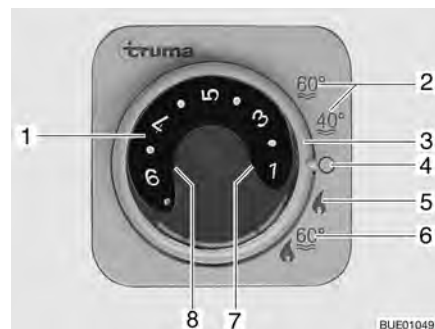

Fig. 158 Centralina di controllo per riscaldamento/boiler
- Impostare la modalità di funzionamento tramite l'interruttore girevole (Fig. 158,3).
A seconda della temperatura ambiente desiderata, il riscaldamento seleziona automaticamente il livello del bruciatore necessario. Al raggiungimento della temperatura ambiente desiderata, il bruciatore si spegne. La temperatura ambiente viene misurata con il sensore di temperatura, accanto al pannello di controllo. Durante la modalità di funzionamento "Riscaldamento e boiler" (Fig. 158,6) è riscaldata anche l'acqua nel boiler. Nella modalità di funzionamento "Riscaldamento senza boiler" (Fig. 158,5) è possibile far funzionare il riscaldamento con il boiler vuoto.
- Impostare la manopola della temperatura (Fig. 158,1) sulla centralina di controllo scegliendo il livello di temperatura desiderato.
- Posizionare l'interruttore girevole (Fig. 158,3) su funzionamento invernale "Riscaldamento senza boiler" (Fig. 158,5) o "Riscaldamento e boiler" (Fig. 158,6).
La spia di controllo verde (Fig. 158,7) si accende e indica allo stesso tempo il livello di temperatura selezionato.
La spia di controllo gialla (Fig. 158,8) indica la fase di riscaldamento dell'acqua con il boiler pieno.
- Posizionare l'interruttore girevole (Fig. 158,3) su "O" (Fig. 158,4).